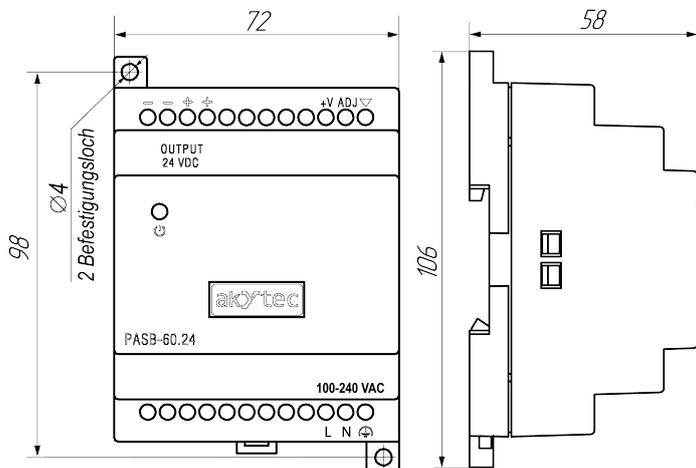

Abb. 5 Abmessungen
Das Gerät ist für die Montage auf Hutschiene 35mm oder auf einer vertikalen Fläche vorgesehen. Stellen Sie sicher, dass genügend freier Platz zum Verlegen der Kabel und Anschluss des Gerätes vorhanden ist. Bei der Montage beachten Sie die Abmessungen des Gerätes (siehe Abb. 5).
2. Befestigen Sie das Gerät mit den Schrauben (nicht im Lieferumfang enthalten) an den beiden Befestigungslöchern (Abb. 5).